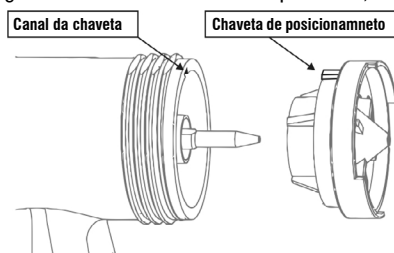

Fig. 8 – Montagem da capa de ar
- Para remontar a capa de ar deve-se encaixar a chaveta de posicionamento no seu encaixe, conforme Fig. 8. Remonte os demais componentes;